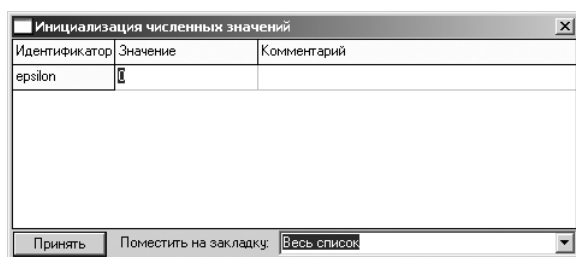

Рис. 2.119. Диалоговое окно **Инициализация численных значений** после щелчка по кнопке **Принять**
- щелкните в диалоговом окне **Редактирование выражения** по кнопке **Принять**. Появится диалоговое окно **Инициализация численных значений**, см. рис. 2.119;